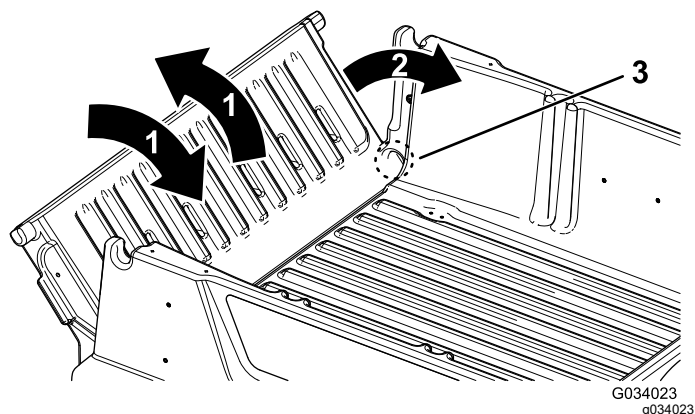

Figure 19
2. Faites pivoter le hayon à environ 45° (Figure 19).
3. Faites pivoter le hayon d'avant en arrière en l'agitant légèrement quelques secondes (Figure 19).